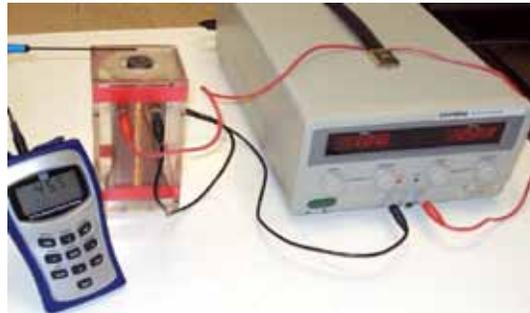

Figura 10.4 Medición de campo magnético de un solenoide con entrehierro
d) Coloque el hierro dentro de la bobina (Figura 10.4).